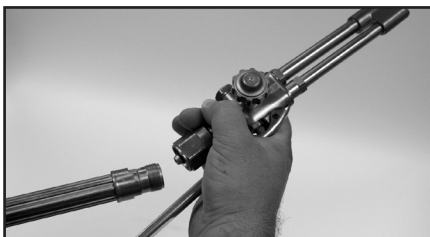

Figure 11
4. Lors de l'utilisation d'un accessoire de coupage, le fixer au manche du chalumeau de soudage. Serrer l'écrou d'accouplement à la main (voir la figure 11).